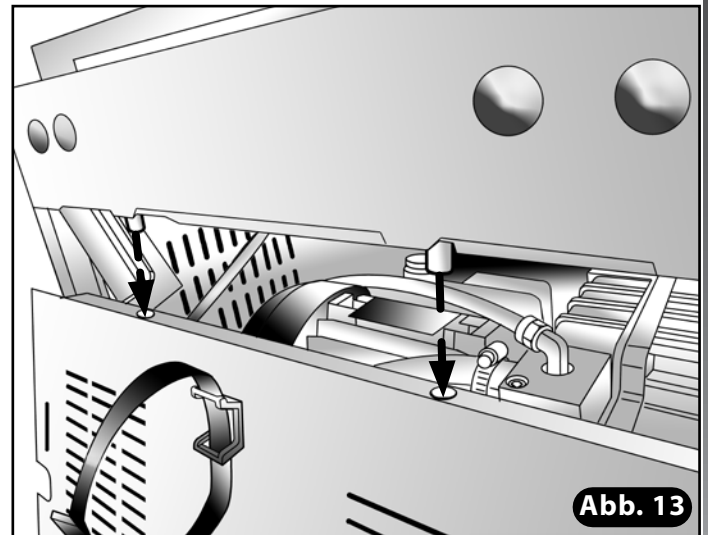

Abb. 13
- 19) Rückwand wieder ansetzen, dabei müssen die Scharnierbolzen in die Löcher an der oberen Kante eingreifen (**Abb. 13**). Schrauben der Rückwand zum Abschluss der Prozedur festziehen (**Abb. 14**).